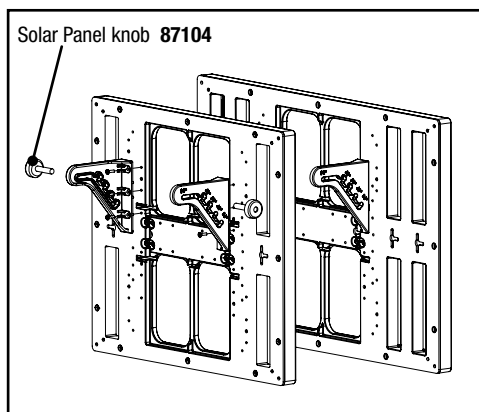

Fig. 2a
A más tardar cuando el acumulador está descargado en un 80% (solo 20% de capacidad de carga) este debe ser recargado para impedir una descarga total. La indicación del acumulador (P.33/ FIG 2a/ ) está encendida:
☞  ¡Utilice para el servicio en la red de 230V exclusivamente la fuente de alimentación 47PSU0010EU/UK, así como está indicado sobre la placa intermedia en el dispositivo! Tras algunos segundos se escucha un tic-tac uniforme, el dispositivo está en servicio. La indicación de tensión en el vallado (P.33/FIG.2a/ ①) se enciende al ritmo de los impulsos eléctricos. Con la fuente de alimentación se puede cargar con facilidad en servicio paralelo un acumulador de 12V conectado. En caso de interrupción de la alimentación de 230 V el dispositivo se alimenta desde el acumulador.